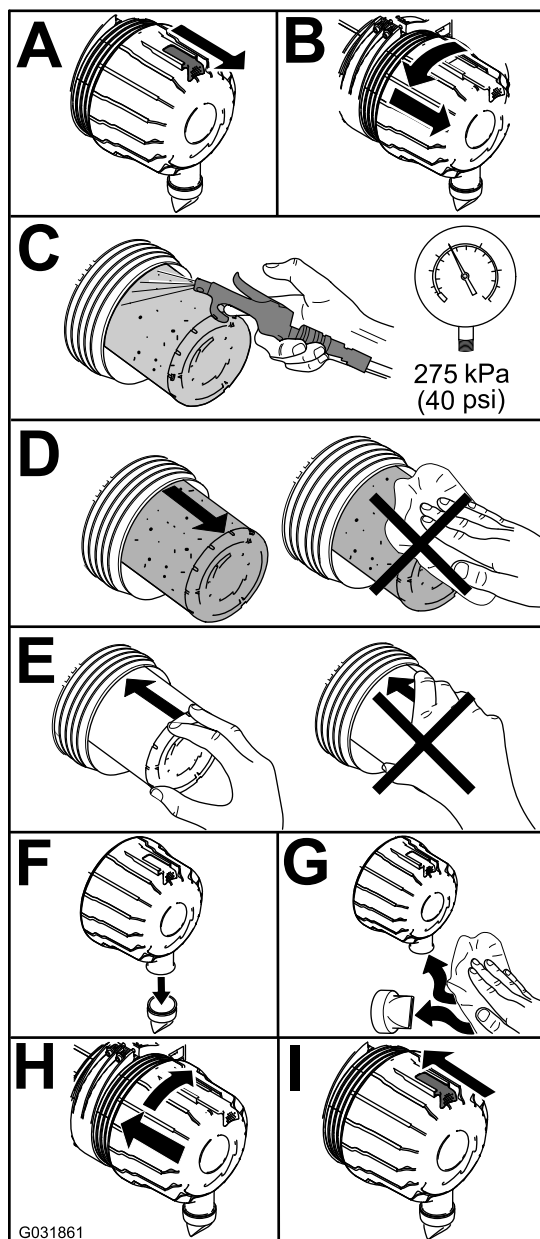

Figura 89
1. Sostituire il filtro dell'aria (Figura 89).